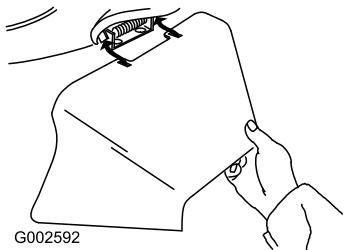

Bild 34
3. Setzen Sie den Seitauswurfkanal ein und schließen Sie die Tür auf dem Auswurfkanal (Bild 34).